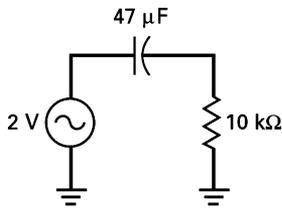

Figure 8.31
- 8.1** **IIII Multisim** D'après la figure 8.31, quelle est la fréquence la plus basse pour une bonne liaison ?
- 8.2** **IIII Multisim** Si la résistance de charge de la figure 8.31 passe à $1\text{ k}\Omega$, quelle est la fréquence la plus basse pour une bonne liaison ?
- 8.3** **IIII Multisim** Si le condensateur de la figure 8.31 passe à $100\text{ }\mu\text{F}$, quelle est la fréquence la plus basse pour une bonne liaison ?
- 8.4** Si la fréquence d'entrée la plus basse de la figure 8.31 est 100 Hz , quelle valeur de C faut-il pour une bonne liaison ?
8.35 Quelqu'un a réalisé le montage de la figure 8.31. Il ne comprend pas pourquoi une très petite tension continue apparaît aux bornes de la résistance 10 kΩ quand la tension de la source est égale à 2 V à la fréquence nulle. Pouvez-vous expliquer ce qui se passe ?